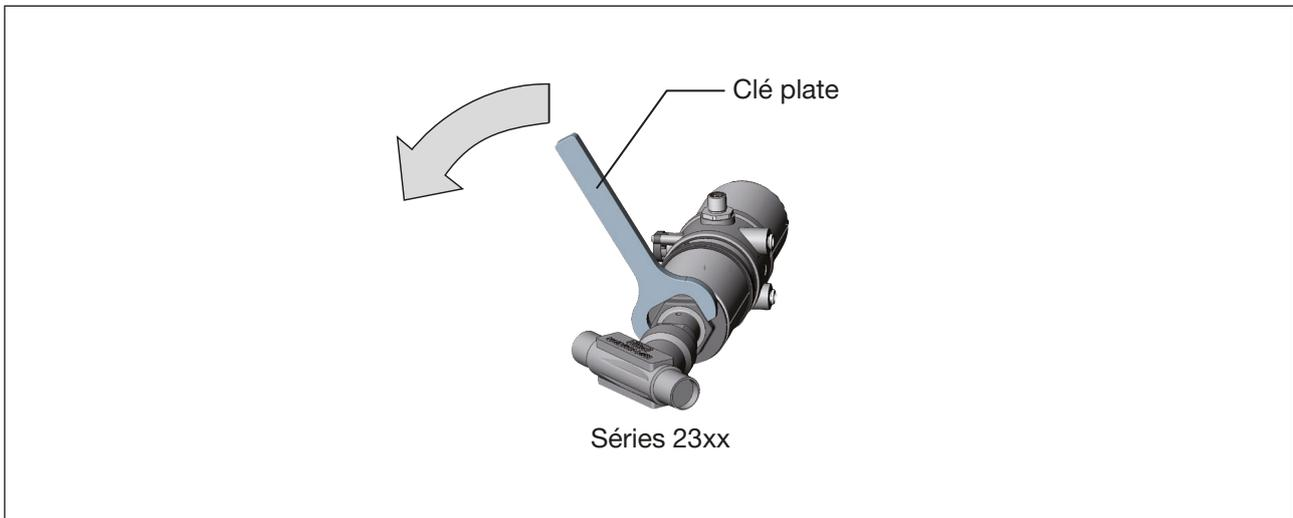

Figure 21 : Tourner avec une clé spéciale / clé plate
- ▶ Tournez le module actionneur uniquement dans le sens contraire des aiguilles d'une montre (voir« Figure 21 »).